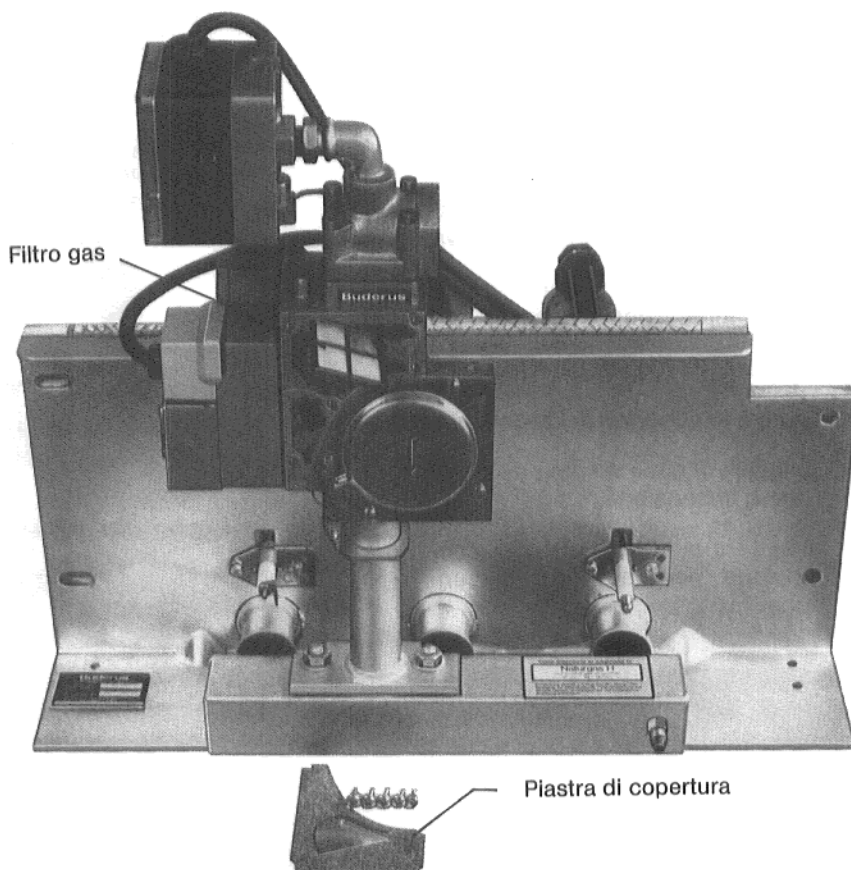

Fig. 21 - Figura esplicativa
- Svitare la piastra di copertura (Fig. 21).
- Estrarre il filtro e pulirlo (Fig. 21).